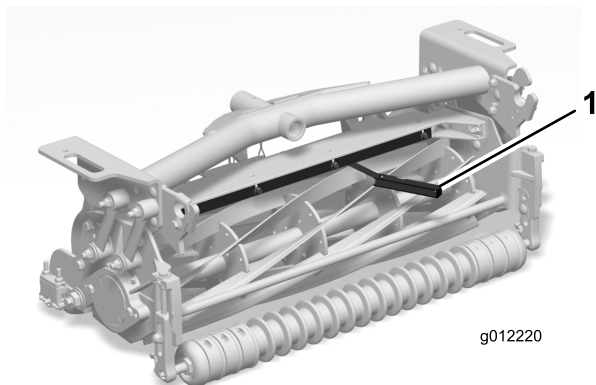

Figura 8
4. Inserte una galga de 1,5 mm entre la parte superior del molinete y la cara inferior de la barra de corte para comprobar la distancia (Figura 8).